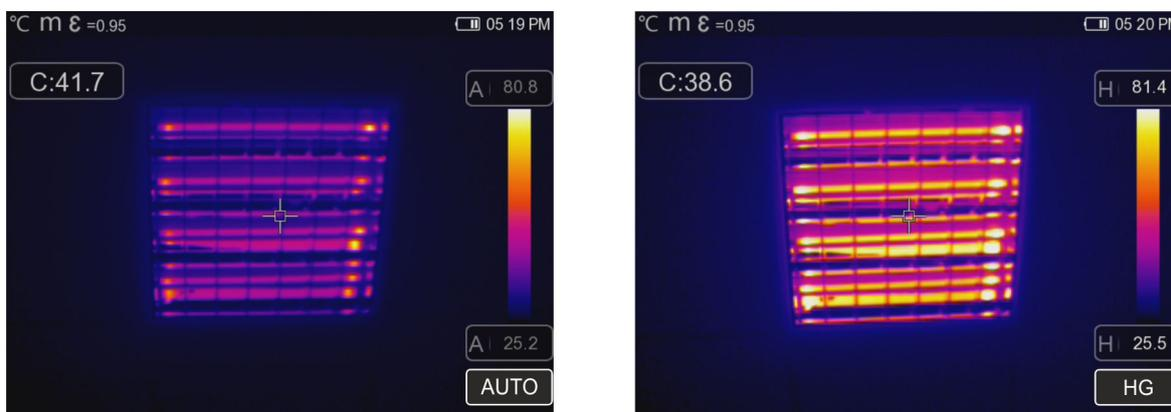

Fig. 45: Configuração do modo automático e histograma
- Modo **Histograma (HG)** → os níveis de temperatura mínimo e máximo do objeto enquadrado no dispositivo são sempre definidos automaticamente, como no modo Auto, pelo equipamento, mas neste caso as áreas da imagem em que os valores de temperatura são muito diferentes são destacadas das áreas adjacentes. A relação entre a temperatura e a cor da paleta é não linear com base num algoritmo de histograma. Este modo enfatiza a exibição da imagem em ambientes de trabalho muito escuros
1. Clique em   ou no símbolo "AUTO" na parte inferior direita do ecrã. As imagens na Fig. 45 mostram as seleções dos modos "AUTO" e "HG"